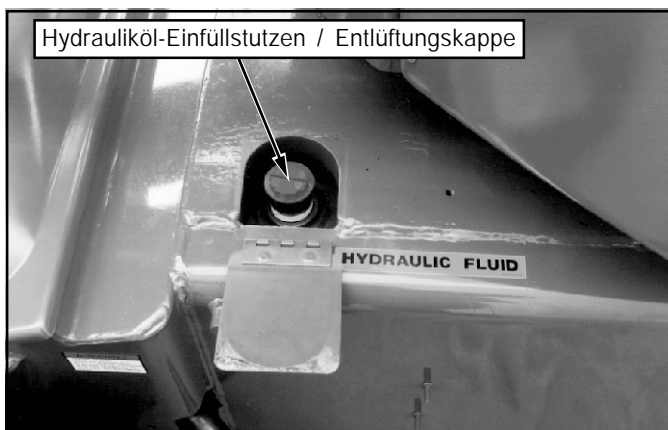

Abbildung 9: Hydrauliköl-Einfüllstutzen / Entlüftungskappe
3. Einfüllstutzenklappe oben auf der rechten Fahrwerksseite öffnen (siehe Abbildung 9).